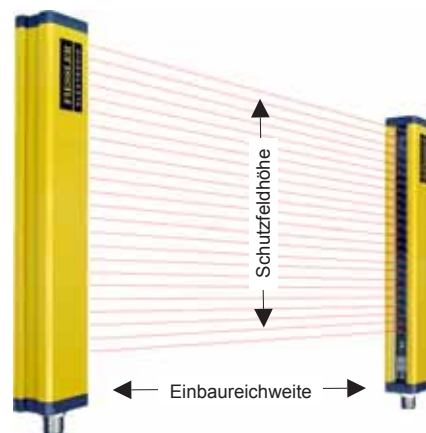

Bild 35/1 Einbaureichweite , Hindernisgroe, Schutzfeldhoe
**Hindernisgroe** (Bild 35/1)
**Nachlaufweg** (Bild 35/2)